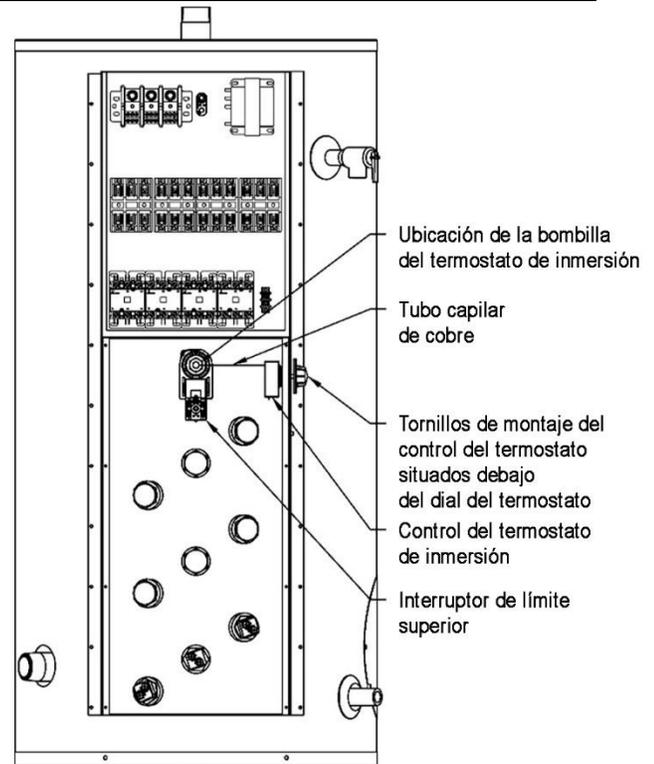

Ilustración 12
2. Desconecte el suministro de agua fría al calentador. Conecte la manguera a la espiga de drenaje del calentador de agua y llévela a un desagüe abierto. Abra un grifo de agua caliente cercano para ventilar el calentador para el drenaje. Abra la espiga de drenaje del calentador de agua y deje que el calentador se drene a un punto debajo de la ubicación de la bombilla de inmersión (consulte la Ilustración 12).
5. Localice dentro de la caja de control el termostato montado del lado derecho de la caja (consulte la Ilustración 12).
8. Retire los dos tornillos de montaje del termostato situados debajo del dial del termostato (consulte la Ilustración 12).